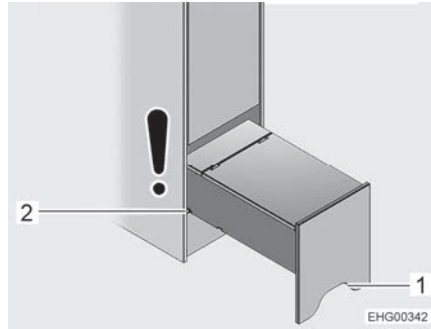

Fig. 82 Aide à la montée (entièrement sortie)
- Saisir l'aide à la montée par l'évidement (Fig. 82,1), soulever légèrement et ouvrir jusqu'à la seconde rainure (Fig. 82,2).